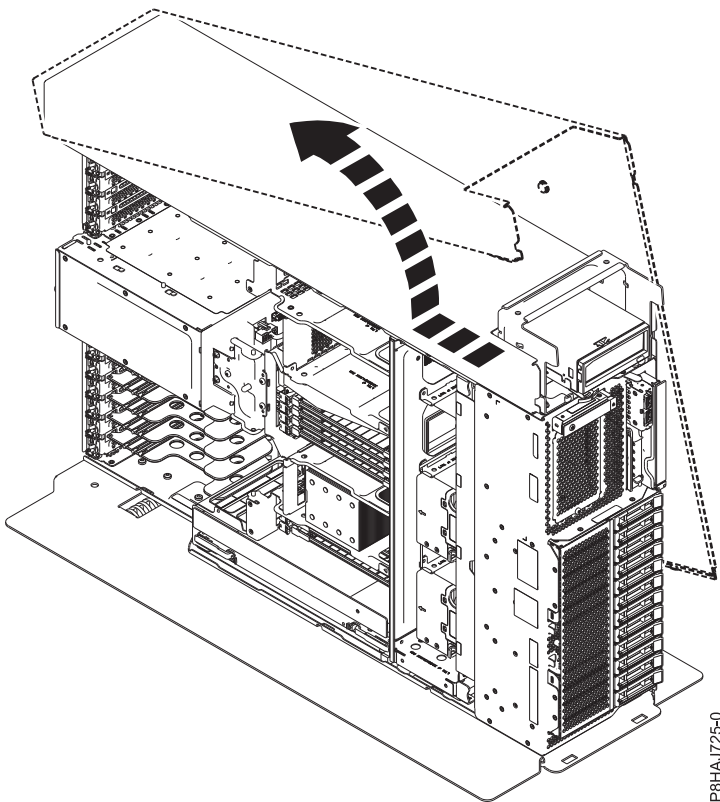

Figura 13. Extracción de la cubierta lateral del sistema 8286-41A
5. Deslice la cubierta lateral sacándola del sistema en la dirección que se muestra en la Figura 13.